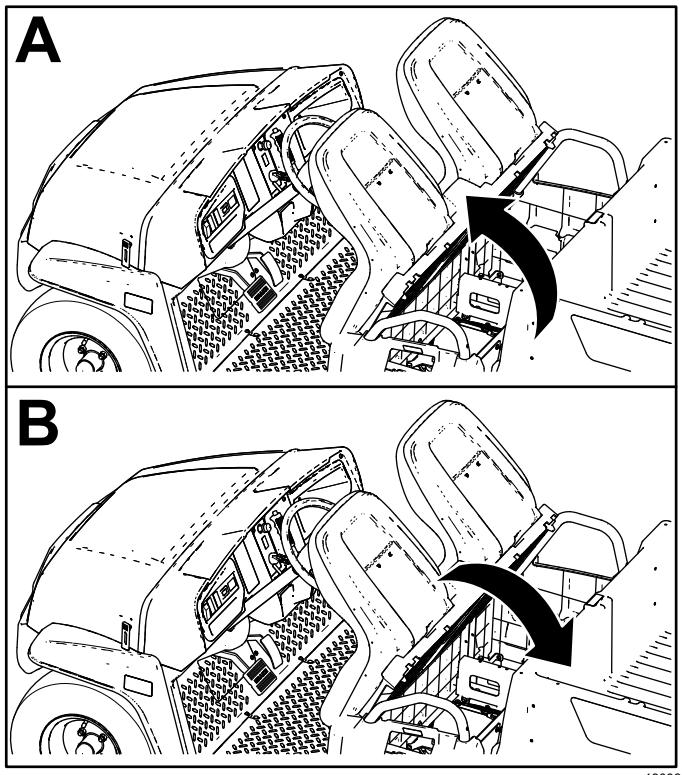

Figura 32
Per sollevare il gruppo sedile, spingetelo in avanti fino ad appoggiarlo al volante (Figura 32).
Per abbassare il gruppo sedile, spingetelo indietro fino a riportarlo nella posizione originale (Figura 32).
1. Spingete il gruppo sedile in avanti in posizione di sollevamento (Figura 32).